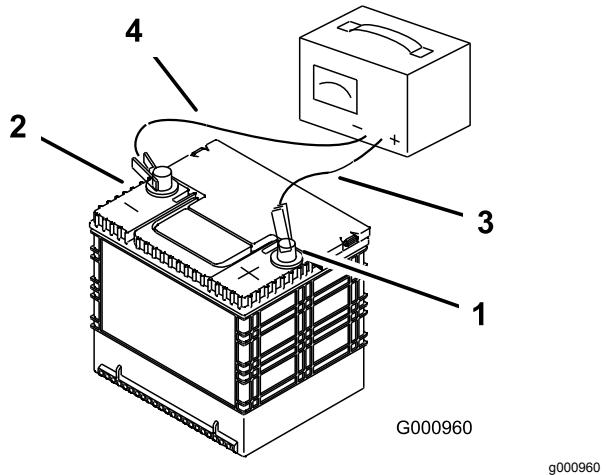

**Figura 44**
- Desconecte el cable negativo (negro) de la batería del borne negativo (-) de la batería (Figura 44).
- Retire la cubierta de goma roja del borne positivo (rojo) de la batería y retire el cable positivo (+) (Figura 44).
- Retire las tuercas de orejeta que sujetan los ganchos (Figura 44).
- Retire la abrazadera (Figura 44).
- Coloque la batería en la bandeja, con los bornes frente al depósito de aceite hidráulico (Figura 44).
- Fije los cables con 2 pernos, 2 arandelas, y 2 contratuerca (Figura 44).
- Instale la abrazadera y sujetela con las tuercas de orejeta y los ganchos (Figura 44).